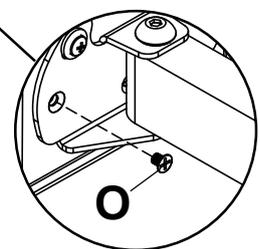

Abbildung. 4.2
Bewegen Sie zum Einstellen der gewünschten Querneigung den Bildschirm in die entsprechende Stellung (5° nach rechts oder links). Setzen Sie die Nr. 10-32 x 1/2 Zoll Kreuzschlitz-Senkkopfschraube (O) ein, um den Bildschirm wie in Abbildung 4.2 dargestellt in der Position zu verriegeln.